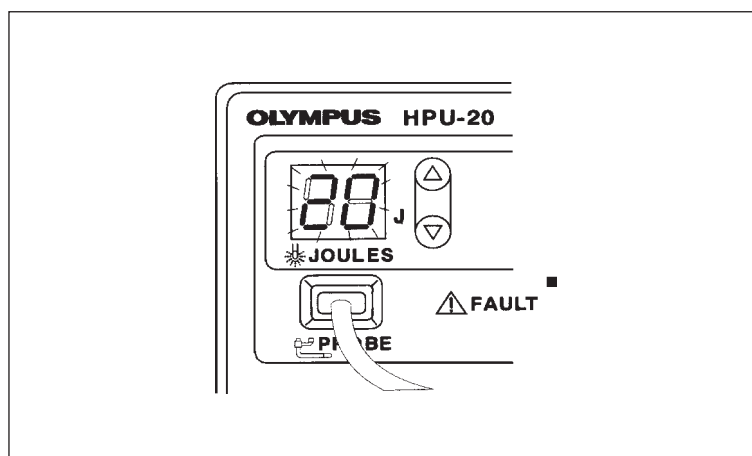

Рис. 4.5
1. Нажимая Кнопки для Установки требуемого Уровня Энергии, установите значение 20 J (См. рис. 4.5).